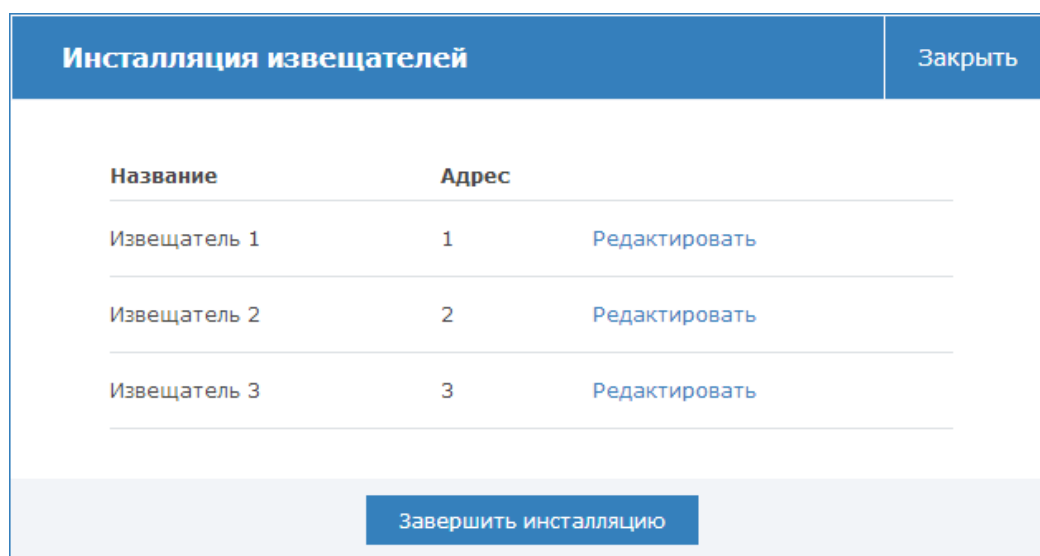

Рисунок 10.50 — Окно Инсталляция извещателей, добавлено три новых извещателя
- В окне **Инсталляция извещателей** пользовательского интерфейса добавится новая строка с адресом и названием извещателя (рисунок 10.50).